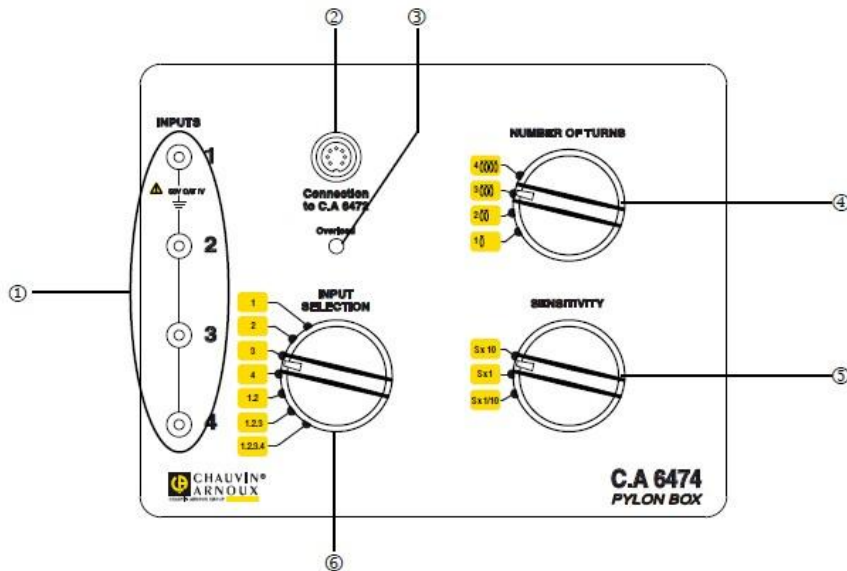

Fig. 3
C.A 6474 铁塔测量仪需与 C.A 6472 测量仪配合使用。通过前面板上适合的接线端（图 1 中的接线端 5 和图 3 中的接线端 2），这两个仪器必须使用一个特殊的适配器来连接。铁塔测试仪没有另设的开关，它通过 C.A 6472 的适配器电缆获得全部的电能。
现在把要用的柔性电流钳连接至铁塔仪的输入 1、2、3、4 端。利用 INPUT SELECTION（图 3 中的选择开关 6）选择需要使用的连接配置：可以 1、2、3、4 各路分别测量或者 1-2、1-3、1-4，同时测量各路电流。
当正确连接柔性电流钳以后，必须要设置“SENSITIVITY”（图 3 中的开关 5）：x1/10, x1 or x10。倍频的选择依赖于预期的电流大小的估计。一开始可以谨慎的使用 x1/10 倍频，如果有需要，可以调至更高的倍频 x1 或者 x10。使用图 3 中的开关 4 来确定具体使用柔性电流钳所环绕铁塔的匝数（可从 1 至 4 选择）。更多的线圈匝数可用于提高倍频。这样，基于被测物的直径和电流大小，就能在倍频和线圈匝数两者之间有一个适当的设置选择。
连接需要使用的柔性电流钳至1、2、3、4端，或者4个全部（之前已经做过校准）。将柔性电流钳环绕至铁塔的若干个支撑脚上。绕行方向上没有特别要求，但所有电流钳都必须使用同一个方向，且所有电流钳绕的匝数相同。使用铁塔测量仪上的“INPUT SELECTION”旋转开关（详见图3中开关6），根据要测量的是单个，双个，还是三个或者四个电流钳，来选择正确的测量设置（1, 2, 3, 4, 1-2, 1-3 or 1-4）。使用SENSITIVITY旋钮来选择所需要的倍频（优先选用最低倍频， $\times 1/10$ ），使用NUMBER OF TURNS旋钮（详见图3中的开关4）选择设置的柔性电流钳的环绕匝数。